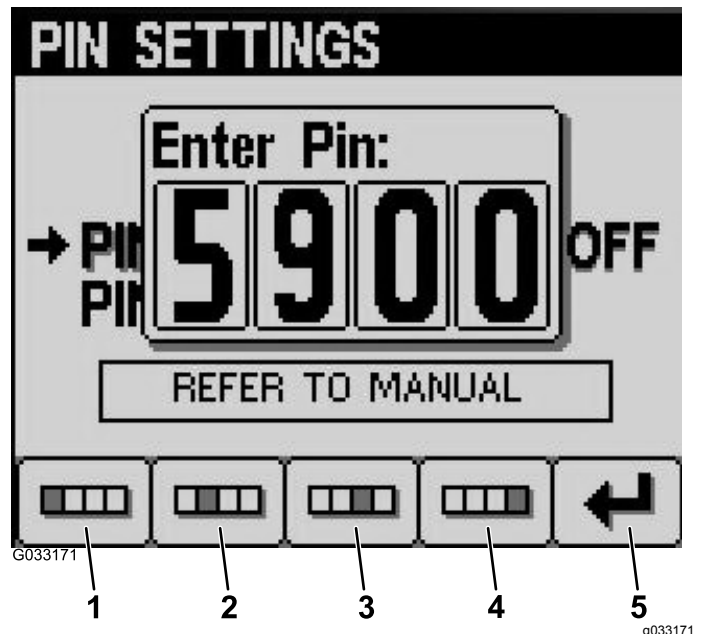

Figura 23
- Inserite il codice PIN predefinito 5900 nella schermata Enter PIN (inserire PIN) utilizzando i pulsanti da 1 a 4 per selezionare le cifre e premete il pulsante 5 per completare il PIN (Figura 23).